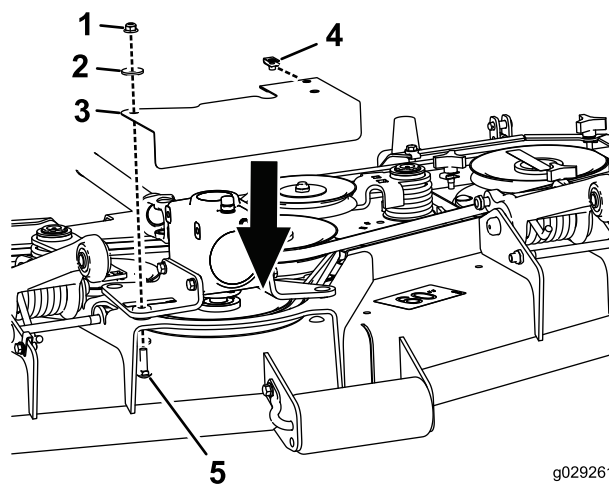

Figura 5
2. Utilizando as porcas removidas no passo anterior, monte o resguardo da polia nos suportes de montagem da caixa de velocidades (Figura 5).